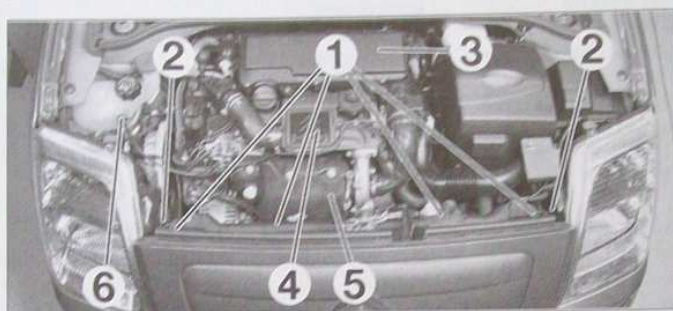

FIG.32
- Déposer les vis supérieures du bouclier (1) (Fig.32).
- Déposer les vis de fixation supérieures du support de radiateur (2).
- le boîtier complet de filtre à air (3).
- le résonateur d'admission d'air (4).
- l'isolant thermique du catalyseur et du turbocompresseur (5).